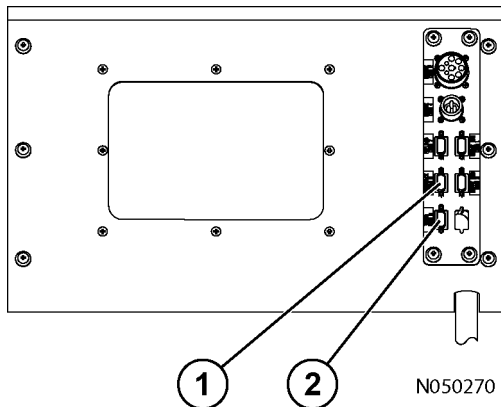

FIGURA 12-5. PUERTOS DE DIAGNÓSTICO
3. Conecte el PC portátil al puerto de diagnóstico del IM (1, Figura 12-5).
4. Conecte el cable serial de KOMTRAX Plus al puerto de diagnóstico (2, Figura 12-5) de KOMTRAX Plus de la máquina y el otro extremo al puerto serial del PC portátil.
8. Conecte el cable serial de KOMTRAX Plus al puerto de diagnóstico del IM (1, Figura 12-5) de la máquina y el otro extremo al puerto serial del PC portátil.